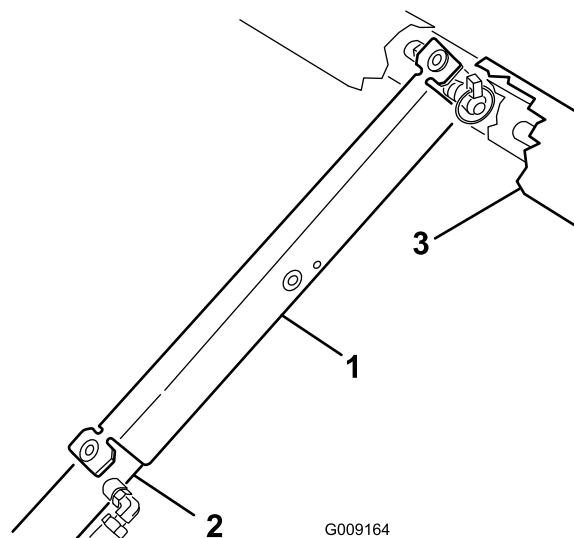

Figura 31
3. Empuje el soporte de la plataforma sobre el pistón, asegurándose de que los extremos del soporte descansan sobre el extremo del cilindro y sobre el extremo del pistón (Figura 31).